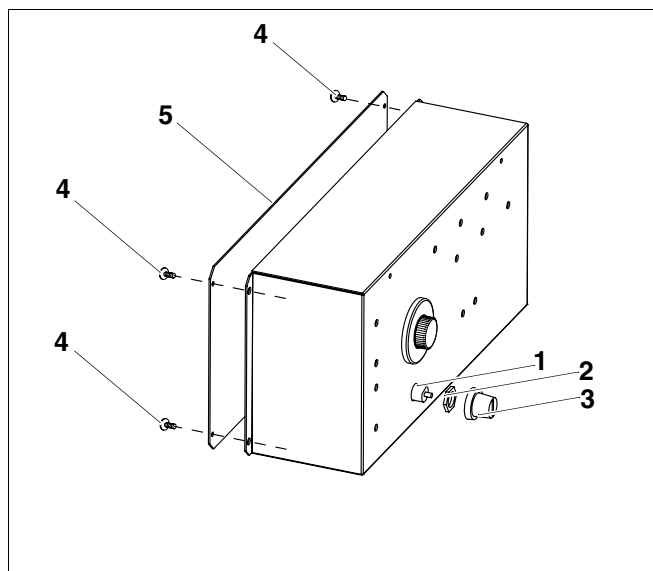

Рис. 60 Дополнительный регулятор NT 3101
- Выкрутить винты (рис. 60, поз. 4) крышки корпуса (рис. 60, поз. 5).
- Снять крышку корпуса (рис. 60, поз. 5).
- Открутить защитный колпачок (рис. 60, поз. 3).
- Открутить резьбовое крепление STB (рис. 60, поз. 2).